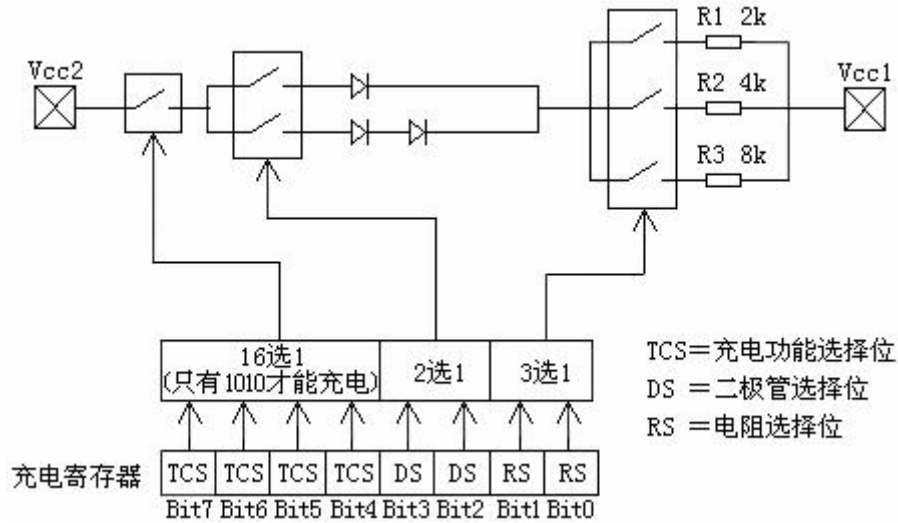

图 4 FS1002 可编程慢速充电器
如图 4 所示，时钟/日历包含在 7 个写/读寄存器内。包含在时钟/日历寄存器内的数据是二—十进制（BCD）码。
这个寄存器控制 FS1002 的慢速充电特性。图 4 的简化电路表示慢速充电器的基本组成。慢速充电选择 (TCS) 位 (位 4-7) 控制慢速充电器的选择。为了防止偶然的因素使之工作，只有 1010 模式才能使慢速充电器工作，所有其它的模式将禁止慢速充电器。FS1002 上电时，慢速充电器被禁止。二极管选择 (DS) 位 (位 2-3) 选择是一个二极管还是两个二极管连接在 Vcc2 与 Vcc1 之间。
时钟/日历命令字节可规定多字节工作方式。在此方式下，最先 8 个时钟/日历寄存器可以从地址 0 的第 0 位开始连续地读或写（见图 4）。